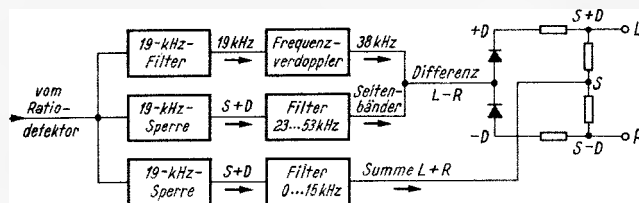

Bild 34.4. Blockschaltbild eines Matrix-Decoders
**Bild 34.4** zeigt schematisch den Aufbau des schon erwähnten *Matrix-Decoders*. Durch ein Filter wird der Pilotton herausgeholt, in einem Frequenzverdoppler zu dem phasenrichtigen 38-kHz-Träger umgeformt und den beiden Seitenbändern wieder zugesetzt. Diese Seitenbänder sind durch ein Filter für 23...53 kHz ausgesondert worden und modulieren nun den neu erzeugten Hilfsträger. Die Modulation wird dann über geeignete Gleichrichter einmal positiv, einmal negativ auf die beiden Ausgänge gegeben. An diese kommt gleichzeitig über Entkopplungswiderstände das in einem dritten Kanal ausgefilterte Summensignal. So erhält man das L- und das R-Signal.
Links: Bild 34.7. Beispiel eines Matrix-Decoders der nach dem Prinzip von Bild 34.4 arbeitet